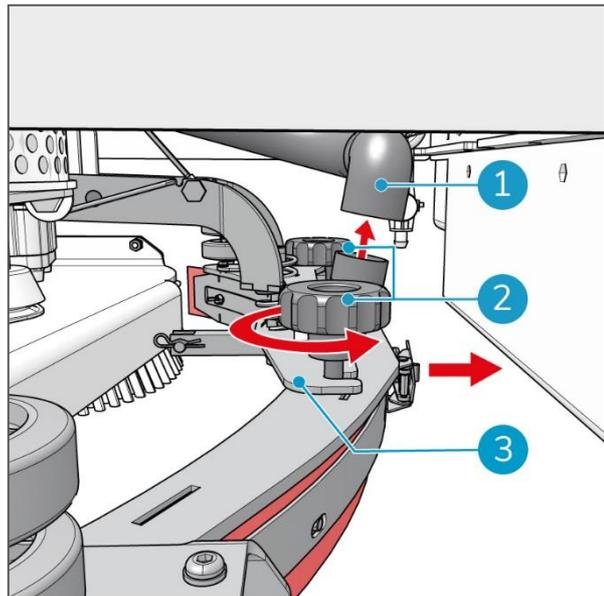

Abbildung 33
6. Lösen Sie den Saugschlauch aus dem Schlauchanschluss (Abbildung 33, Pos. 1).
7. Lösen Sie die beiden Sterngriffschrauben (Abbildung 33, Pos. 2).
8. Ziehen Sie den Rakelhalter nach hinten von der Hebeplatte (Abbildung 33, Pos. 3).